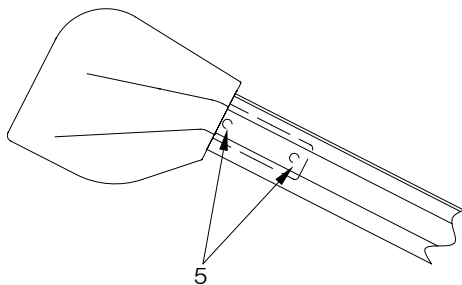

Abb. 23: Befestigung der Führungsschienen am Kasten
- » Die Zugbänder über die Umlenkrolle im Markisenkasten legen (1 – Abb. 23).
- » Zugbänder um die untere Umlenkrolle führen (2 – Abb. 23).
- » Zugbänder in die Hacken (1 – Abb. 16) einhängen, Zugband am Hacken ziehen und in die Fallstange einschieben (4 – Abb. 23), bis dieser eingerastet ist.
- » Sollte die Vorspannung nach dem Einhängen zu groß oder zu niedrig sein, muss das Zugband ausgehägt werden (siehe Abb. 23). Anschließend eine Umwicklung mehr oder weniger auf die Gurtscheibe geben.